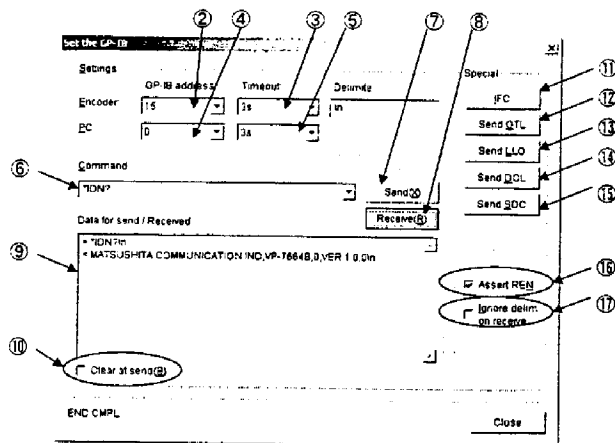

図 9-1 GP-IB の設定
- ① メイン画面のメニューから<File>-<Set GP-IB>を選択すると、<Set GP-IB>ダイアログが開きます。以下、「図 9-1 GP-IB の設定」をご参照ください。
- ② ②の位置にあるエディットボックスに直接数値を入力するか、ドロップダウンリストによって、本器に設定している GP-IB アドレス番号を設定します。(本器側の GP-IB アドレスの設定方法は「10-4 インタフェース条件設定」をご参照ください)
- ③ ③の位置にあるエディットボックスに直接数値を入力するか、ドロップダウンリストから、GP-IB のタイムアウトを設定します。
- ④ ④の位置にあるエディットボックスに直接数値を入力するか、ドロップダウンリストによって、パーソナルコンピュータに設定する GP-IB アドレスを選択します。
- ⑤ ⑤の位置にあるエディットボックスに直接数値を入力するか、ドロップダウンリストによって、GP-IB のタイムアウトを設定します。
- ⑥ ⑥の位置にあるエディットボックスに直接数値を入力するかドロップダウンリストによって、本器へ送信するリモートコマンドを入力します。(リモートコマンドの詳細は「第 11 章 リモートコマンド」をご参照ください)
- ⑦ <Send>ボタンをクリックすると、本器へ⑥で入力したコマンドが送信されます。同時に、送信したデータが<Data for send / Received>に表示されます。送信データには、送信を表す記号 '>' がその行の先頭に表示されます。
- ⑧ <Receive> ボタンをクリックすると、パーソナルコンピュータから送られて来たデータが、<Data for send / Received>へ表示されます。受信データには、受信をあらわす記号 '<' がその行の先頭に表示されます。
- ⑨ <Data for send / Received>には<Send>ボタン、<Receive>ボタンをクリックするたびに、送信データや受信データが表示されます。
- ⑩ <Clear at send>チェックボックスをチェックすると、<Send>ボタンをクリックするたびに、それ以前に表示していたデータは消去され、最後に送信したデータが先頭に表示されます。